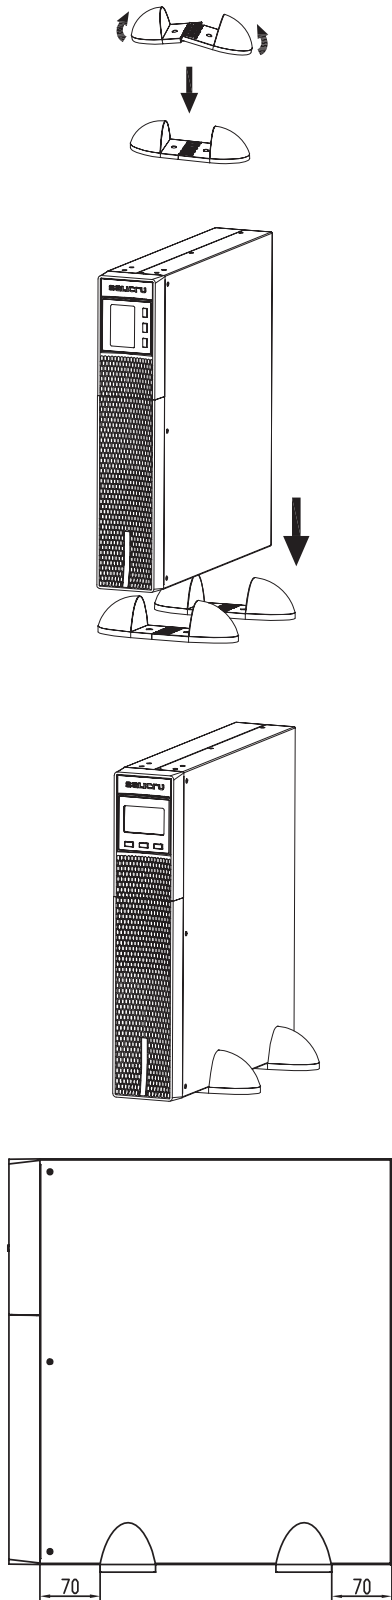

Fig. 6. Montage vertical -type tour-.
- Placez l'onduleur entre les deux bases à une distance de 70 mm de chaque extrémité (voir la Fig. 6).